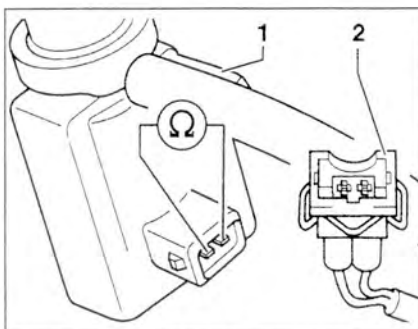

Рис. 3.50. Проверка сопротивления электромагнитного клапана EGR.
13. Отсоедините разъем **2** от клапана EGR **1** (рис. 3.50). Измерьте сопротивление клапана. Заданное значение: 14-18 Ом.